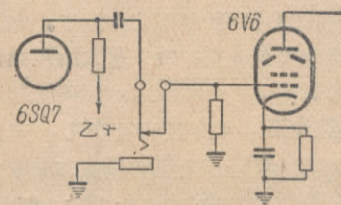

图 5
5. 張鳴翊问：为了在五灯机上可用耳机收听，我们在 6SQ7 和输出管 6V6 间串入一插孔如图 5，但这样在用耳机时 6V6 还工作着不但浪费电子管，还浪费电力，是否可将 6V6 拔去？